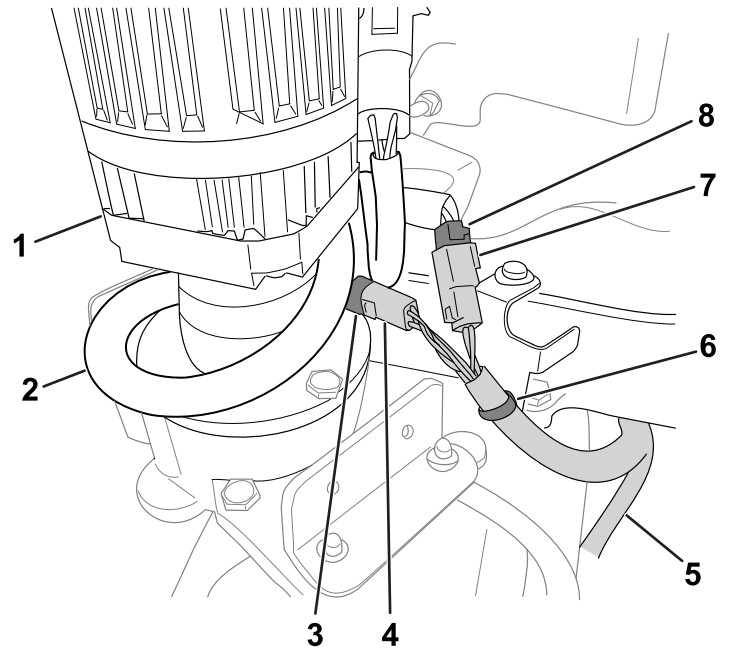

Figure 6
3. Acheminez les autres connecteurs du faisceau du boîtier d'engrenages vers le moteur de direction (Figure 6)
4. Coupez l'attache-câble qui retient le faisceau de la machine sur le support, mais laissez la fixation enfichable en place (Figure 6). Mettez l'attache-câble au rebut.
5. Branchez les connecteurs du boîtier d'engrenages sur les connecteurs du faisceau de la machine (Figure 6) :
6. Enroulez l'excédent du faisceau de la machine autour du moteur de direction, comme montré à la Figure 6.
7. Avec l'attache-câble inclus dans le kit, fixez le faisceau du boîtier d'engrenages sur la fixation enfichable, comme montré à la Figure 6.